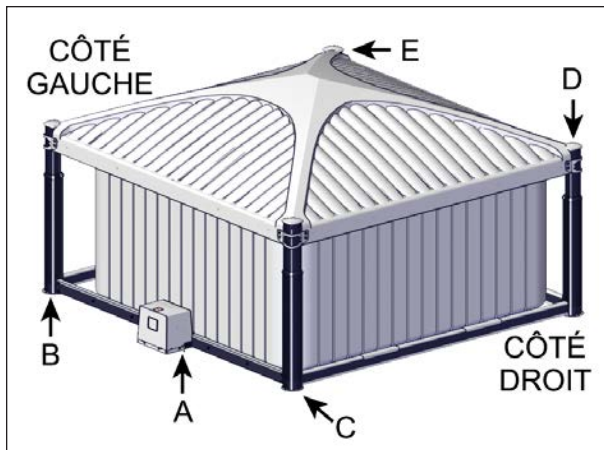

FIGURE 15: INSTALLATION DE L'OPÉRATEUR ET DES VÉRINS
1. Mettre le cadre de l'opérateur en place, normalement du côté opposé à l'entrée du spa, voir Figure 15. Avec le modèle standard, le cadre de l'opérateur doit être du côté court du couvercle, tandis qu'avec le modèle long, le cadre de l'opérateur doit être du côté long du couvercle.